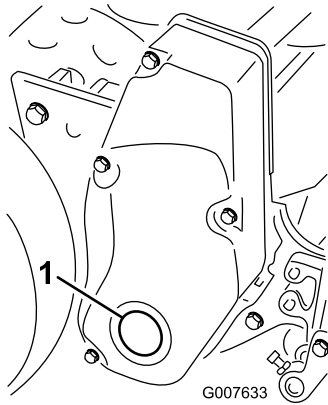

Bild 56
- Nehmen Sie die Schraube in der rechten Spindeltriebsabdeckung ab (Bild 56).